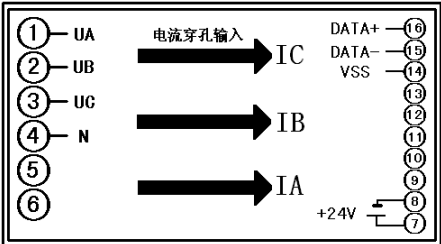

图 3.3.4 三相四制 S5 型 RS-485 接口接线参考图
3.3.4.4、三相四线制 S5 型产品接线参考图(电流穿孔输入， Φ 11mm，最大 100A)，见图 3.3.4。